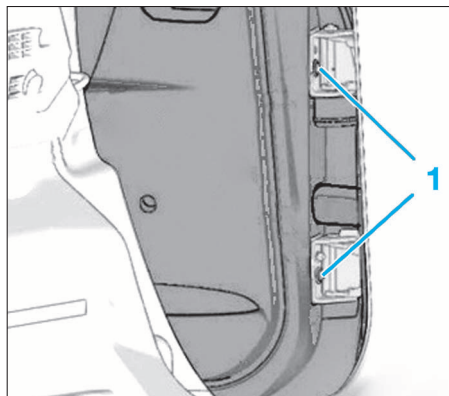

FIG. 63
- Placer un support sur la porte et déposer les vis de fixation (1) (Fig.63).